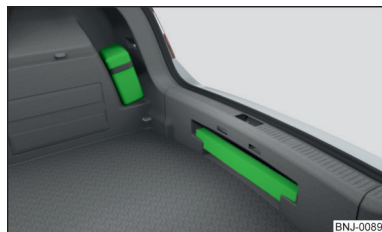
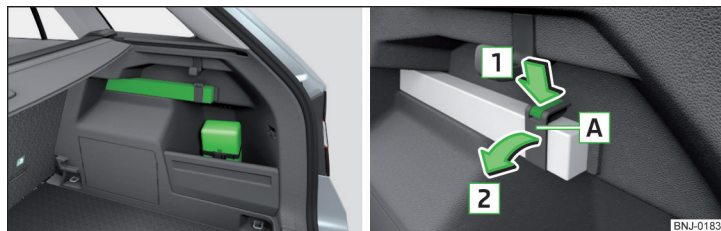

Fig. 176
Fig. 177 Amplasarea trusei de prim-ajutor și a triunghiului reflectorizant -
Trusa de prim-ajutor poate fi fixată cu ajutorul unei benzi elastice în partea dreaptă a portbagajului » fig. 176, respectiv » fig. 177.
Triunghiul reflectorizant poate fi împins în capitonajul de sub marginea de încărcare » fig. 176.
Triunghiul reflectorizant poate fi fixat cu ajutorul unei chingi elastice în partea dreaptă a portbagajului » fig. 177.
- Pentru **desprindere**, apăsați elementul de fixare de pe bandă în sensul săgeții **1** și deschideți banda **A** în sensul săgeții **2** » fig. 177.